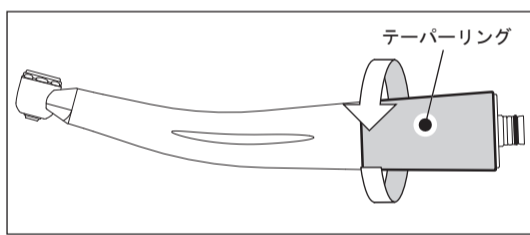

図10
- 1) テーパーリングを図の方向に回して緩め、取り外してください。(図10)